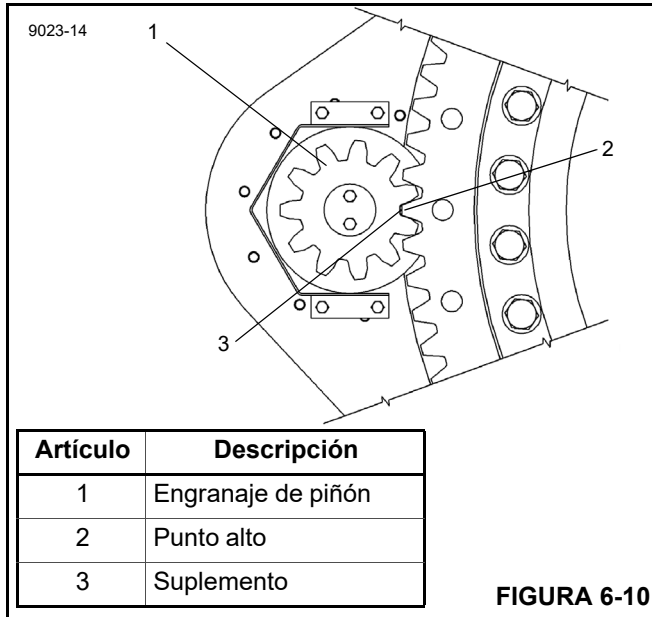

FIGURA 6-10
NOTA: Si se va a instalar un cojinete nuevo, será necesario instalar también un engranaje de piñón nuevo (1, Figura 6-10). Alinee el punto alto (excentricidad máxima) (2) del cojinete con el punto alto del engranaje de piñón nuevo.
6. Instale el piñón del mando de giro de modo que su punto alto (excentricidad máxima) se alinee con el punto alto del cojinete de la torreta. Compruebe el juego entre dientes con un suplemento de 0.203 mm (0.008 pulg) (3, Figura 6-10). Si es necesario mover el piñón para obtener el juego entre dientes apropiado, consulte a su distribuidor local.